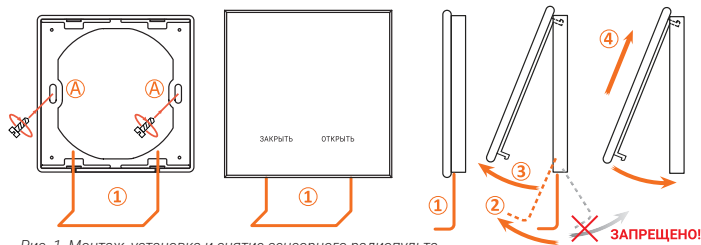

Рис. 1. Монтаж, установка и снятие сенсорного радиопулльта
• Закрепите на стене специальную пластиковую рамку с помощью двух саморезов в отверстия (A) рис. 1 или приклейте ее на ровную поверхность с помощью двухстороннего скотча (входит в комплект).
ВНИМАНИЕ! При подключении электроприводов GIDROLOCK WINNER по схеме «ведущий—ведомые» убедитесь в отсутствии установленных джамперов (2) во всех соединяемых электроприводах серии GIDROLOCK WINNER (рис. 1 и фото 6).
ВНИМАНИЕ! При объединении в систему нескольких электроприводов серии GIDROLOCK WINNER для дистанционного управления водоснабжением выключатель с фиксацией положения (фото 22-24) подключается к клемме **FUN** только ведущего шарового электропривода (3, рис.1).